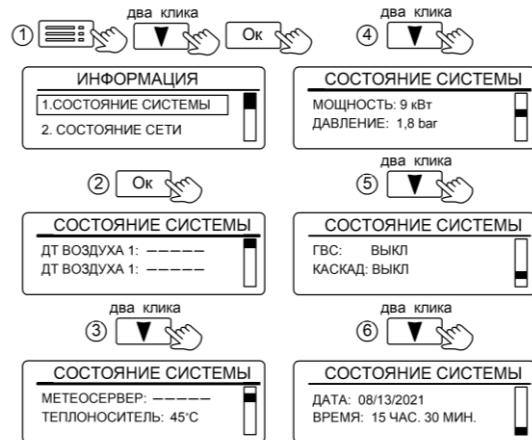

Рисунок 28. Вид вкладки «СОСТОЯНИЕ СИСТЕМЫ»
11.3.1 «1.СОСТОЯНИЕ СИСТЕМЫ» отображает текущие значения (рис. 28):